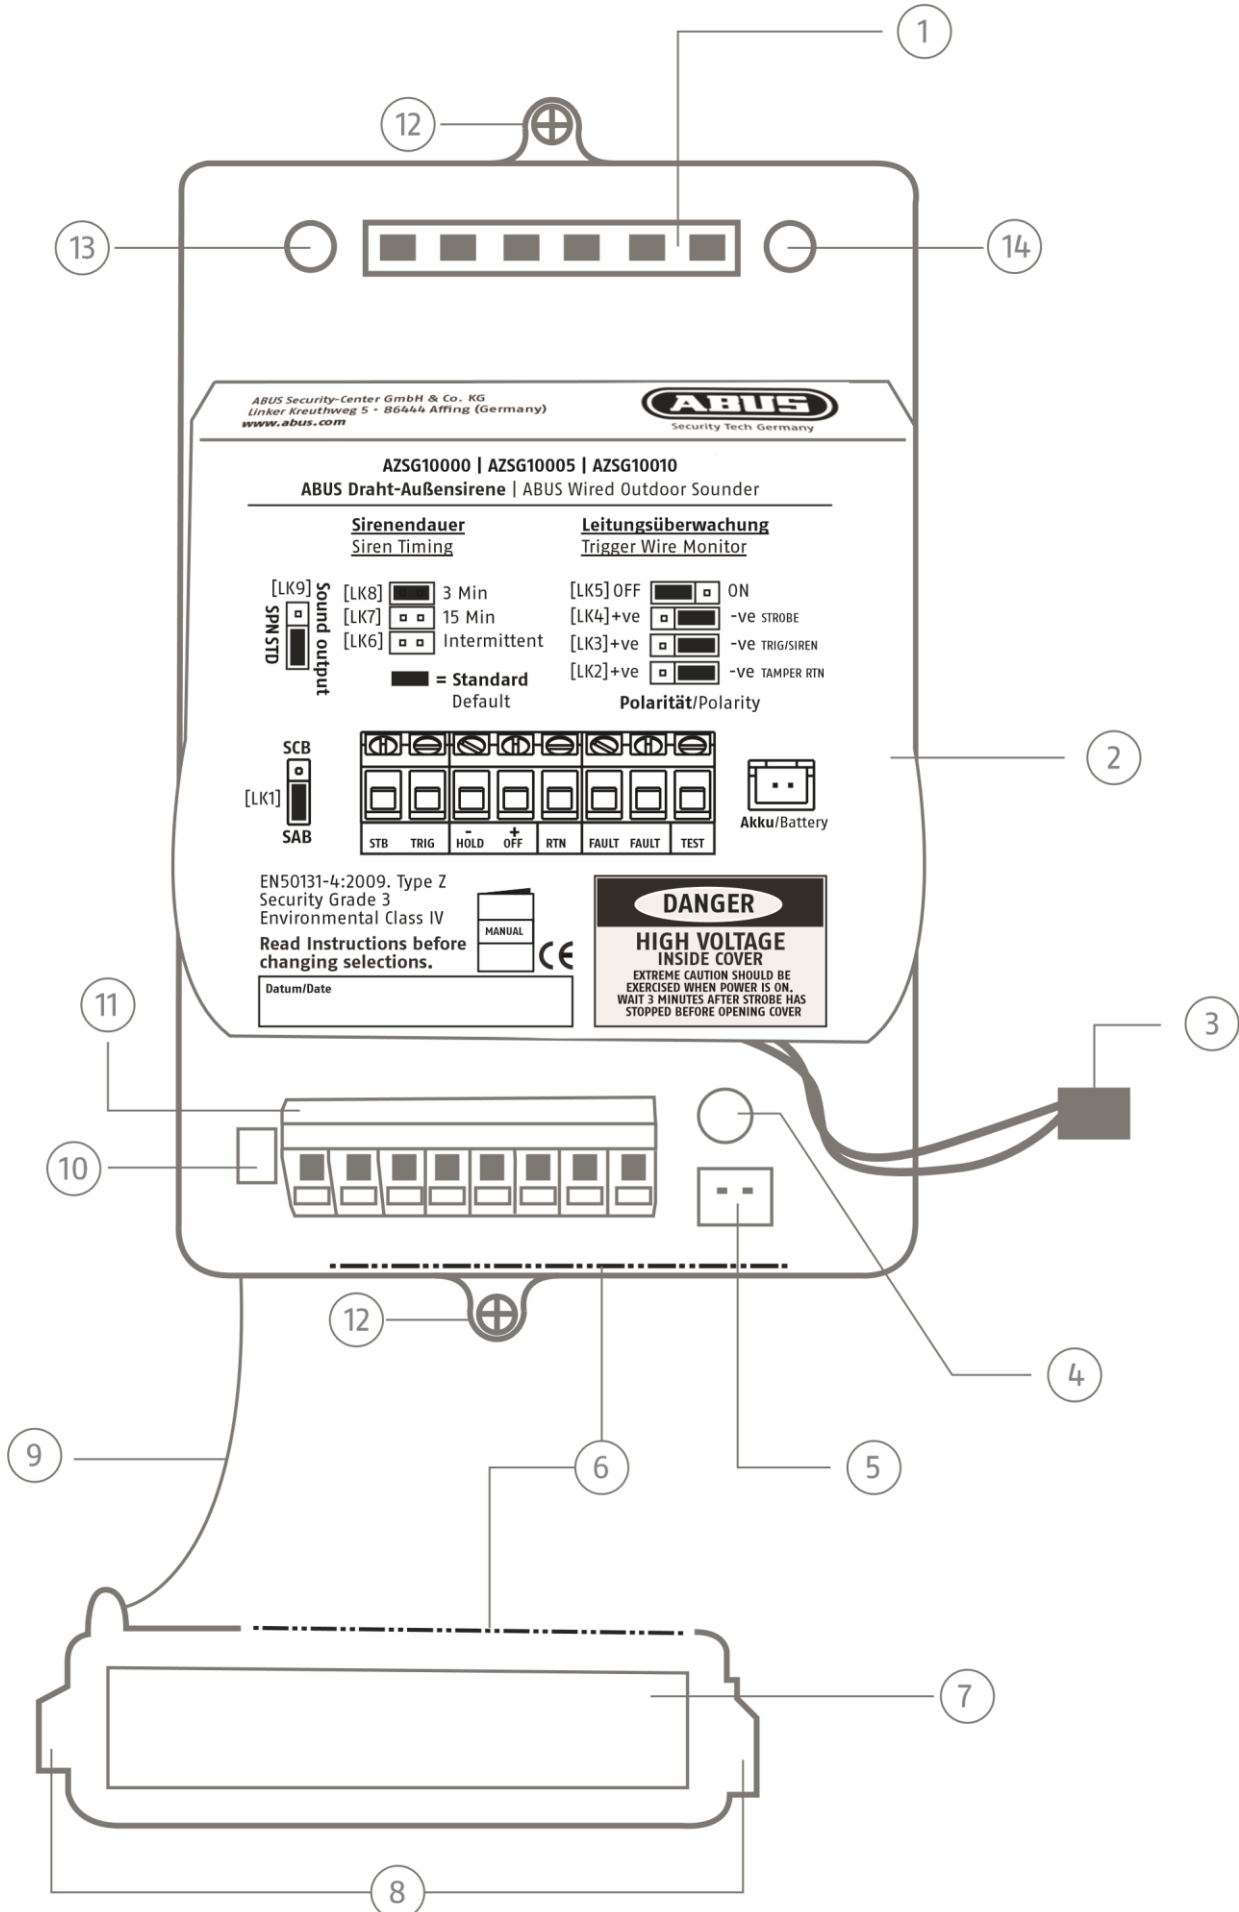

Abbildung 2: Überblick über das Innengehäuse
- Schließen Sie nun den Stecker des bereits eingelegten Akkus (Nr. 3 Abb. 2) am Akkusockel (Nr. 5 Abb. 2) an.
- Schließen Sie das Innengehäuse mit der Terminalabdeckung (Nr. 7 Abb. 2).
Bitte beachten, die Steckbrücken [LK2] – [LK9] sind nur zu erreichen, wenn das Innengehäuse mit den zwei Schrauben (Abb. 2 Nr. 12) geöffnet wird. [LK1] (Abb. 2 Nr. 10) kann bereits durch das Öffnen der Terminalabdeckung erreicht werden.